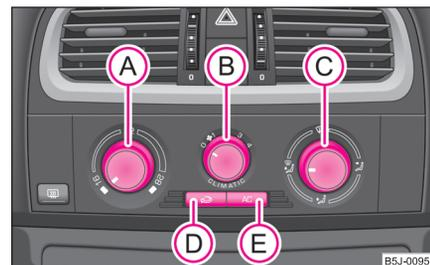

Fig. 95 Climatic:
El aire acondicionado funciona si se presiona el conmutador  ⇒ página 85, fig. 95  y se cumplen las siguientes condiciones:
- Gire el regulador giratorio **(A)** ⇒ fig. 95 hacia la derecha para aumentar la temperatura.
- Dejar el regulador giratorio  ⇒ página 85, fig. 95 en la temperatura que usted prefiere normalmente (recomendamos 22 °C)
- Presione el conmutador ⇒ página 85, fig. 95, el símbolo del conmutador se encenderá.
Si el regulador distribuidor de aire (C) se encuentra en la posición ⇒ página 85, fig. 95, el servicio de aire circulante se desconectará automáticamente. Pulsando repetidamente la tecla , usted puede conectar de nuevo el servicio de aire circulante también en esta posición.
La entrada de aire para cada eyector se ajusta con el regulador de la distribución de aire (C) ⇒ página 85, fig. 95. Los difusores 3 y 4 se pueden cerrar y abrir por separado:
De los difusores abiertos fluye, según la posición del regulador (A) ⇒ página 85, fig. 95 y según las condiciones climatológicas, aire sin calentar o enfriado. ■